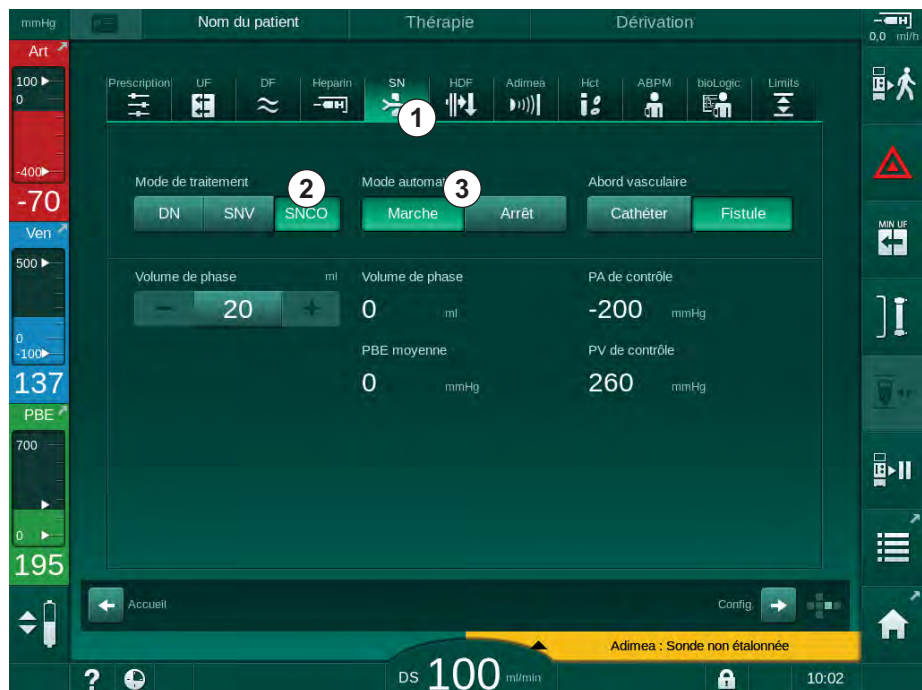

Fig. 9-1 Passer à une thérapie simple aiguille Cross-Over
2. Toucher l'icône SA (Fig. 9-1, ①).